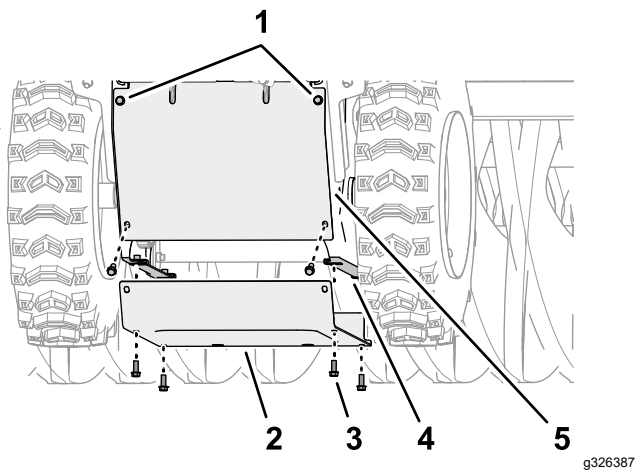

Bild 51
- Richten Sie an der Unterseite der Maschine die Löcher in der unteren Abdeckung mit den Löchern in den Flanschen der linken und rechten Seitenplatten aus (**Bild 51**).
- Befestigen Sie die untere Abdeckung mit den sechs Bundkopfschrauben ( $\frac{1}{4}$ " x  $\frac{5}{8}$ " ) an der Maschine (Bild 51).
- Ziehen Sie die beiden oberen Bundkopfschrauben ( $\frac{1}{4}$ " x  $\frac{5}{8}$ " ) an, mit denen die hintere Abdeckung an der Maschine befestigt ist (Bild 51).